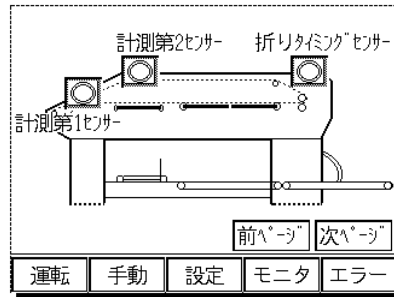

図7-44
- (図7-44) 計測第1センサ, 計測第2センサ, 折りタイミングセンサ